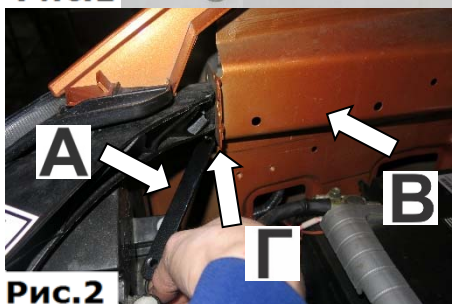

Рис.2
2. Завести закладную гайку **А** за ребро жесткости кузова **В** через технологическое отверстие **Г**, (Рис.2)